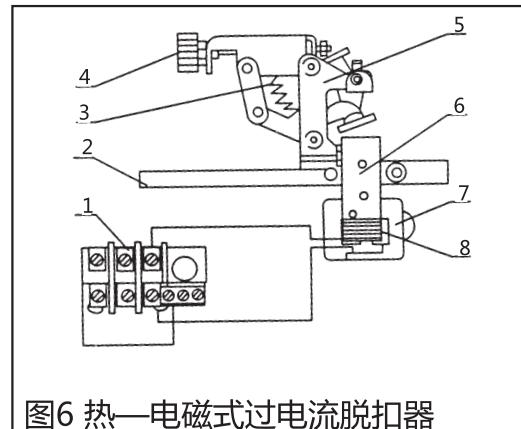

图6 热—电磁式过电流脱扣器
5.3.1 电磁式脱扣器(图6)
5.3.2 热—电磁式脱扣器(图6)